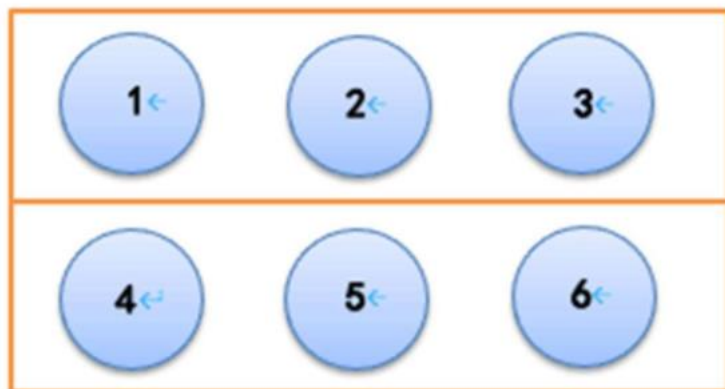

图 1 料仓初始状态工件标号
1. 立体料仓上层为三个毛坯件，编号为 1，2，3；下层为成品件，编号为 4，5，6；如下图 1 所示；